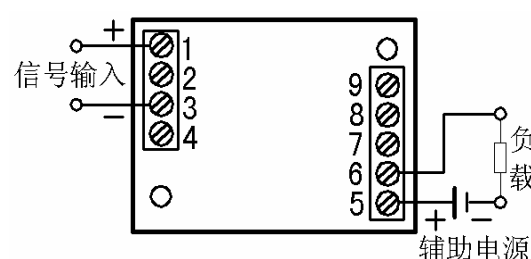

图 3.2.4 CE-VJ03 二线制电流输出 S 型接线参考图
- 1、对于 CE-VJ22 型端子输入的二相二线制产品，第一相输入信号须接端子 1 和 2，负载和辅助电源接法如图 3.2.4 所示；第二相输入信号须接端子 3 和 4，辅助电源 ‘+’ 端接端子 8，负载接在端子 9 和该辅助电源 ‘-’ 端之间。